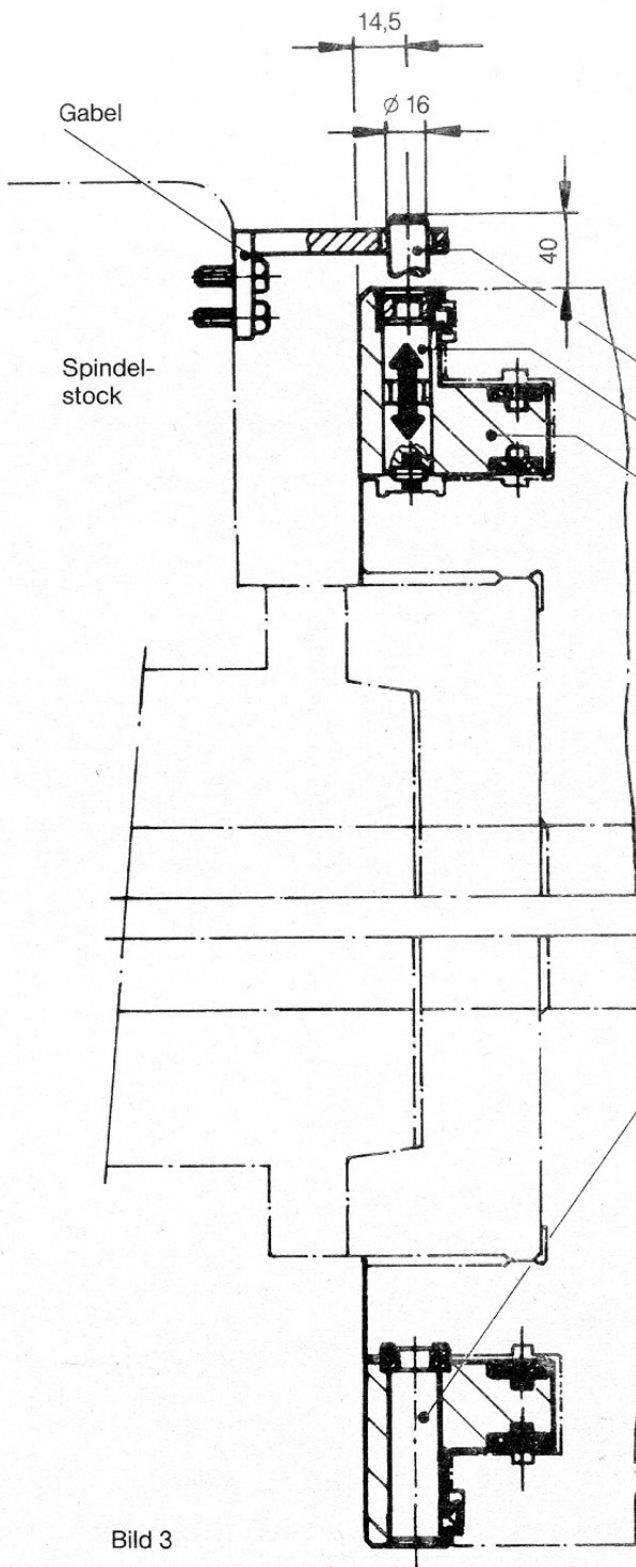

Bild 3
2. Sichern des Verteilerringes gegen Mitdrehen (Bild 3)